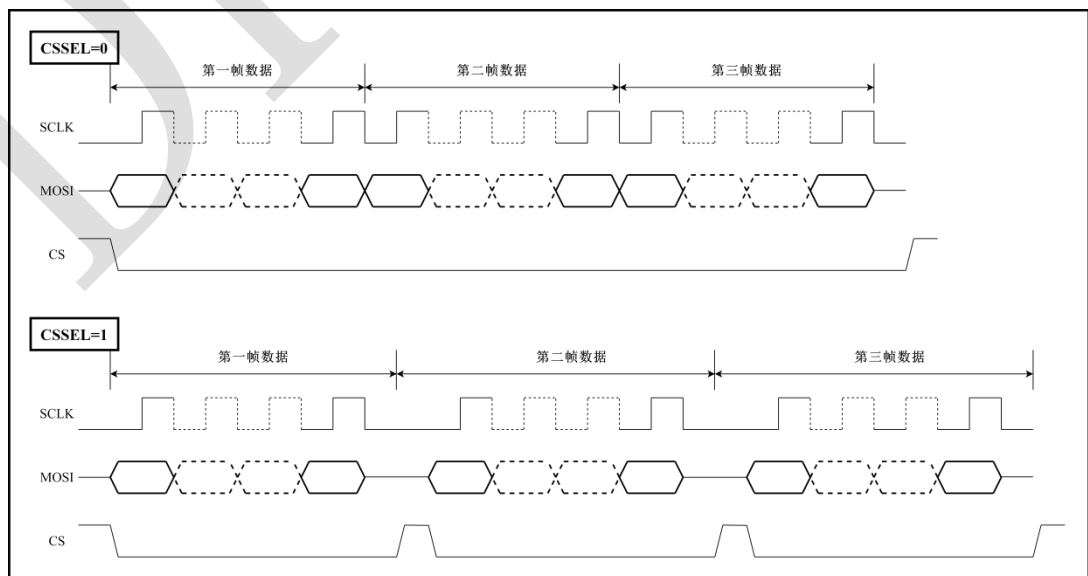

图 22-7 主机 NSS 不同模式时序图
- NSS 模式：SPI 提供了两种 NSS 模式，可以通过配置 SPI_ENABLE.CSSEL 位的值来定，具体如图 22-7 所示